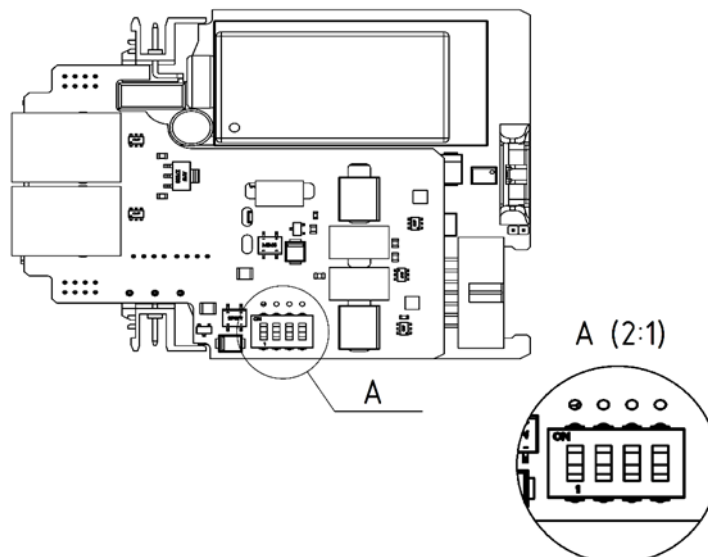

Рисунок 2.1 – Переключатели резисторов смещения
2.4.4 Для устройств MCU-xN2R-x и MCU-xNRC-x, при необходимости подключить смещающие резисторы, необходимо перевести оба движка в положение “ON”. Для отключения в положение “OFF” (Рисунок 2.1). По умолчанию он находится в положении «OFF».